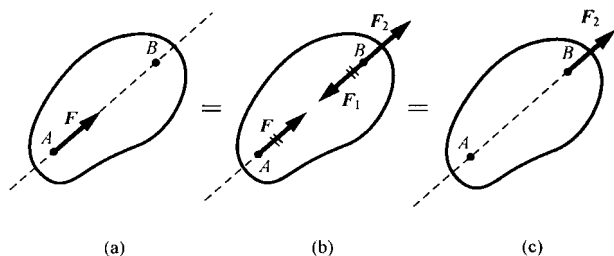

图 1-2 力的可传性
**证明** 在刚体上的点 A 作用力  $\boldsymbol{F}$ ，如图 1-2 (a) 所示。根据加减平衡力系原理，可在力的作用线上任取一点 B，并加上两个相互平衡的力  $\boldsymbol{F}_1$  和  $\boldsymbol{F}_2$ ，使  $\boldsymbol{F}_2 = \boldsymbol{F} = -\boldsymbol{F}_1$ ，如图 1-2 (b) 所示。由于力  $\boldsymbol{F}$  和  $\boldsymbol{F}_1$  也是一个